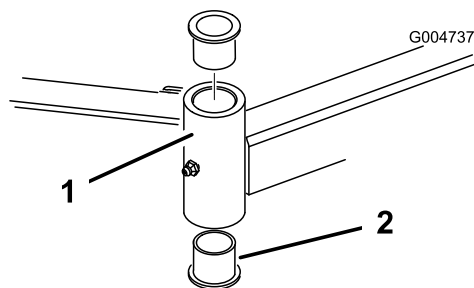

Figura 81
4. Inserite un punteruolo nella parte superiore o inferiore del tubo di fissaggio, e spingete la boccola fuori del tubo (Figura 81). Estraete dal tubo anche l'altra boccola. Pulite l'interno dei tubi di fissaggio.